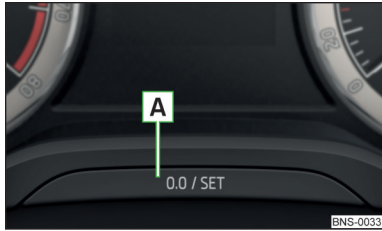

Abb. 39
Der Zähler kann durch Antippen der Taste **A** » Abb. 39 auf Seite 52 bzw. im Infotainment im Menü **CAR** /  →  → **Kombi-Instrument** zurückgestellt werden.
- ▶ Die Taste **A** » Abb. 39 gedrückt halten, bis im Display der Menüpunkt **Uhrzeit** angezeigt wird.